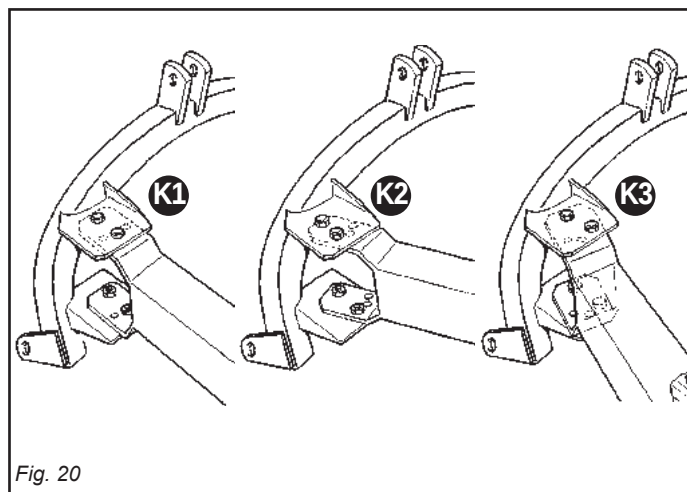

Fig. 20
- cuplarea la un tractor, care se utilizează în mod normal la operațiile de cosit (K1 Fig. 20);
- cuplarea la un tractor mare (K2 Fig. 20);
- cuplarea la un tractor mic sau la diverse tractoare cu șenile (K3 Fig. 20).